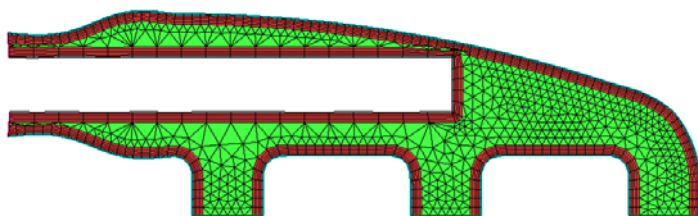

图 5-176 单击 Generate 2D BL Mesh 生成网格
(12) 单击 Generate 2D BL Mesh 按钮生成网格，如图 5-176 所示。